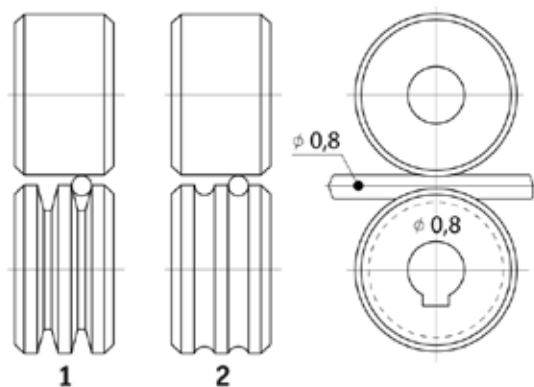

Рис. 9.6.1. Выбор подающего ролика.
- Форма канавки соответствует типу сварочной проволоки (см. рис. 9.6.1).